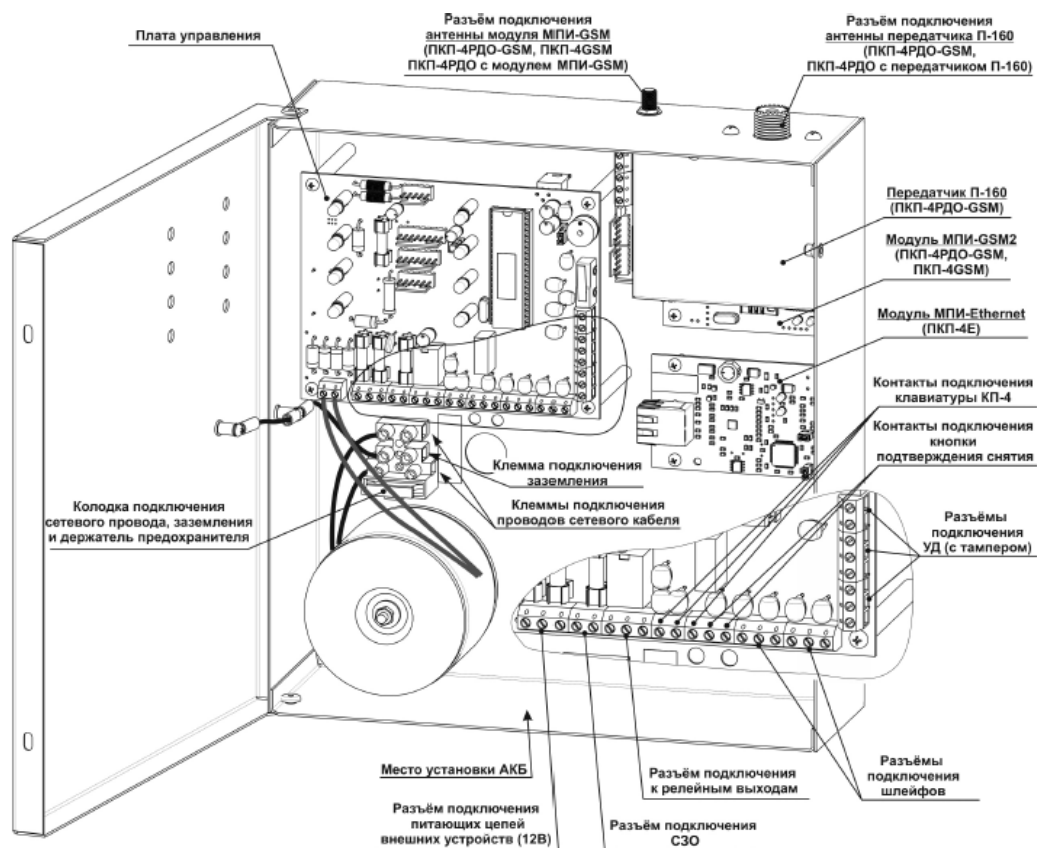

Рисунок 7. Вид прибора с открытой крышкой
2. Приборы имеют модульную конструкцию. Основой являются сами приборы ПКП-4РДО, ПКП-4РДО-GSM или ПКП-4GSM. Дополнительно, в качестве вспомогательных модулей, к ним подсоединяется ряд устройств (модулей). Прибор ПКП-4РДО является базовым исполнением с минимальным набором функций. Его функциональность расширяется за счёт применения дополнительных модулей: РМ-164Н и ШМ-41, а также передатчика П-160 и модуля МПИ-GSM. Металлический корпус прибора снабжен открывающейся передней крышкой (Рис.7), которая фиксируется в закрытом положении двумя винтами с правой стороны корпуса. В правом нижнем углу корпуса расположен понижающий трансформатор, закрытый защитным кожухом. Под защитным кожухом находятся колодка подключения к сети 220В и держатель сетевого предохранителя. Плата управления ПКП-4РДО устанавливается внутри корпуса прибора. Имеет контакты для подключения 4-х ШС, одного СЗО (контролируемое на обрыв), двух УД со светодиодами, разъемы подключения дополнительных модулей системы и пульта программирования ПР-100 (АП-1). На плате управления установлены: процессор, светодиоды для индикации состояния шлейфов и системы, тампер прибора, зуммер и реле (релейные выходы используются для организации ключей ПЦН и сброса дымовых извещателей). В состав входит прибор передающий охранно-пожарной сигнализации П-160. Он предназначен для использования прибора ПКП-4РДО в системе радиоохраны. Релейный модуль РМ-164Н устанавливается внутри корпуса прибора и подключается к плате управления. На модуле имеется 4 реле, служащих для сброса питания двухпроводных дымовых извещателей. Шлейфный модуль ШМ-41 предназначен для объединения в один шлейф